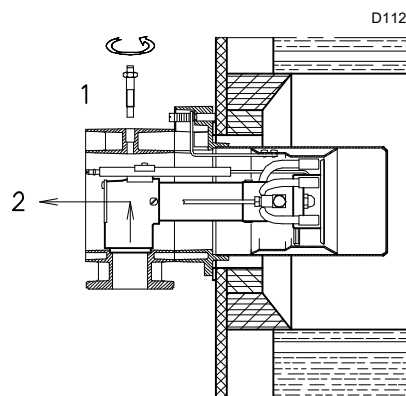

Fig. 14
- Togliere la vite 1) ed estrarre la parte interna 2)(Fig. 14).